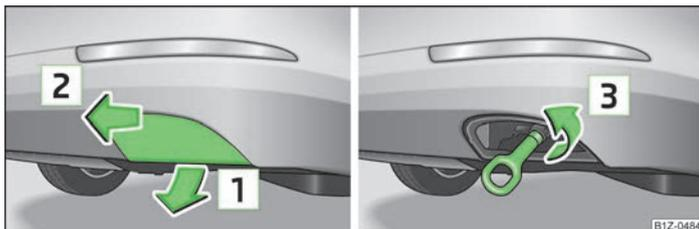

Fig. 157 Paragolpes trasero: Desmontaje de la caperuza/paragolpes trasero montaje de la argolla de remolque
- Tirando hacia abajo en el sentido de la flecha [1] » fig. 157 desbloquear la parte inferior de la caperuza cobradora.